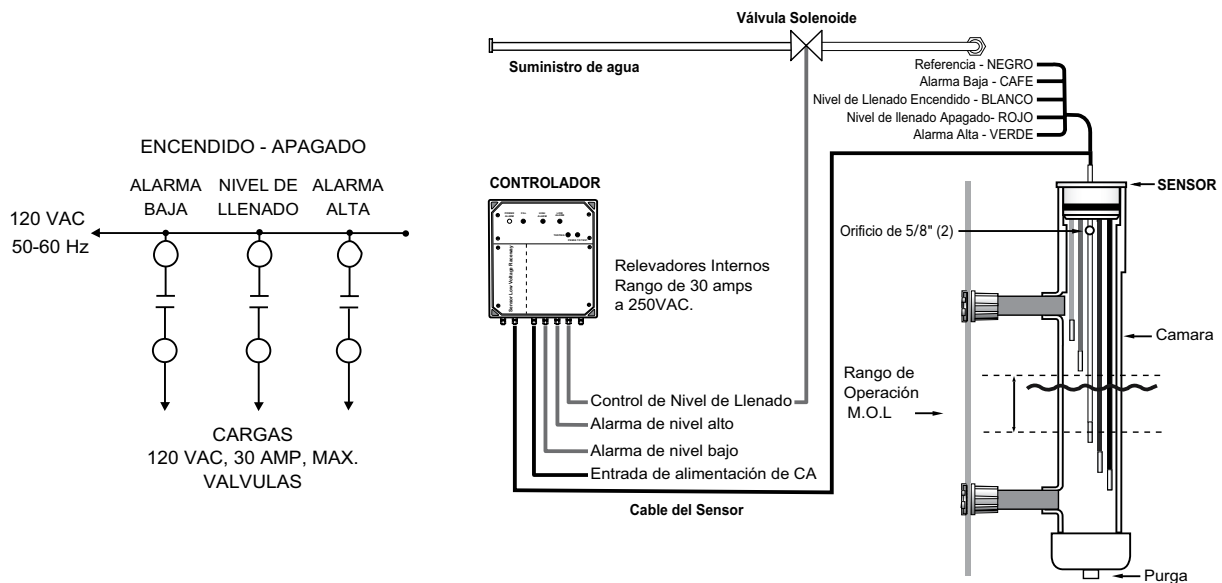

Figura A-151: Diagrama de conexiones y Partes del control de nivel de agua
El Sistema eléctrico de control de agua ofrecido por REYMSA incluye un control de nivel de agua, cámara de amortiguación, y una válvula de solenoide para reposición de agua (ver Figuras A-150 a Figura A-151).
2. El conjunto del sensor (Figura A-151) debe estar hecho de manera que el extremo del tubo de PVC esté por debajo del nivel mínimo de agua que se debe mantener.